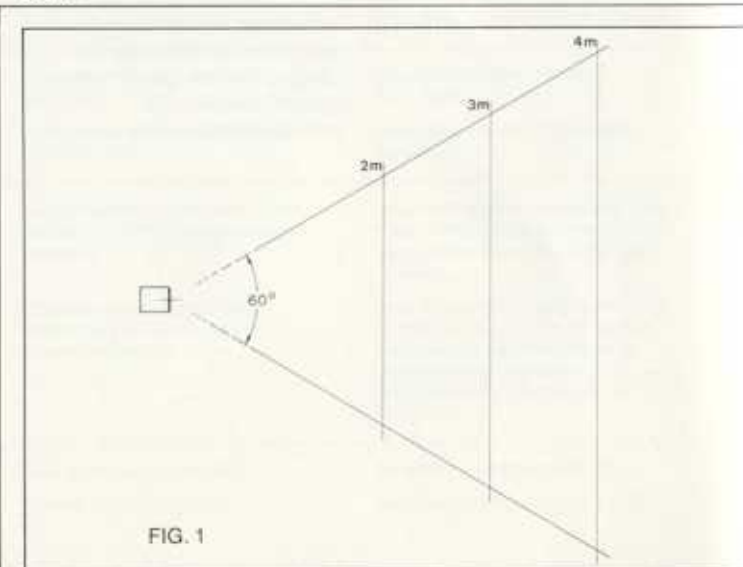
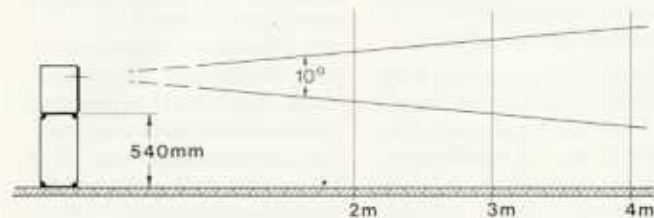

FIG. 1
FIG. 2
**1** B&W loudspeakers fall into two categories: the smaller models which have no integral stand (often described as bookshelf loudspeakers) or the larger models where a stand is integral with the enclosure design (generally referred to as floor standing models). In the case of loudspeakers which do not have an integral stand there is a B&W purpose-designed accessory which will mount the loudspeaker at the correct listening height. However, should you wish to locate your loudspeakers on existing furniture please ensure that the height of the loudspeaker corresponds fairly closely to the information given in fig. 2.
with accurate stereo information, figs. 1 and 2.
**2** Bei allen B&W Erzeugnissen wurde bei der Gestaltung der Chassis und Frequenzweichen bewusst darauf geachtet, dass die horizontale Streuung breiter ist als die vertikale. Dies gibt dem Hörer eine grössere Freiheit bei der Wahl seiner Sitzposition für den optimalen Erhalt der Stereoinformation. Fig. 1 + Fig. 2.
In het geval, waar geen voet is bijgeleverd, is er een door B&W ontworpen stand die de luidspreker op de juiste hoogte brengt. Indien U de luidsprekers op een meubel wil plaatsen, hou dan rekening met de informatie in Fig. 2.
2 In alle B&W luidsprekers is de plaatsing der eenheden en de karakteristiek van het scheidingsfilter zo ontworpen dat de horizontale spreiding groter is dan de verticale, waardoor een goed stereobeeld bekomen wordt in een groter luistergebied. Fig. 1 en 2.
Pour les petites enceintes, B&W a prévu un pied dans les accessoires qui permet d'obtenir une bonne hauteur d'écoute. Si vous utilisez le mobilier existant, assurez vous que la hauteur correspond aux indications données par la fig. 2.
2 Dans toutes les enceintes B&W, la position des haut-parleurs a été calculée pour que la dispersion des sons soit meilleure dans le plan horizontal que vertical. Cela pour vous assurer une plus grande liberté de mouvements quand vous écoutez de la musique en stéréophonie. Fig. 1 et 2.
2 In tutta la produzione B&W si è fatto in modo, durante la costruzione del telaio e del deviatore di frequenze, che la diffusione orizzontale sia più larga di quella verticale. Questo concede all'ascoltatore una maggiore libertà nella scelta della posizione di ascolto ottimale per la ricezione della informazioni stereofoniche fig. 1 e fig. 2.